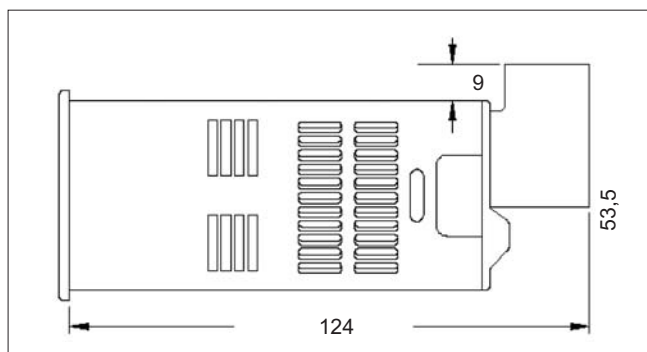

Bild 8.2.: Einbaumaße (Angaben in mm)
3. Schieben Sie die Hauptplatine gerade in das Gehäuse bis die Gehäuseklemmen einrasten (siehe Bild 8.2).